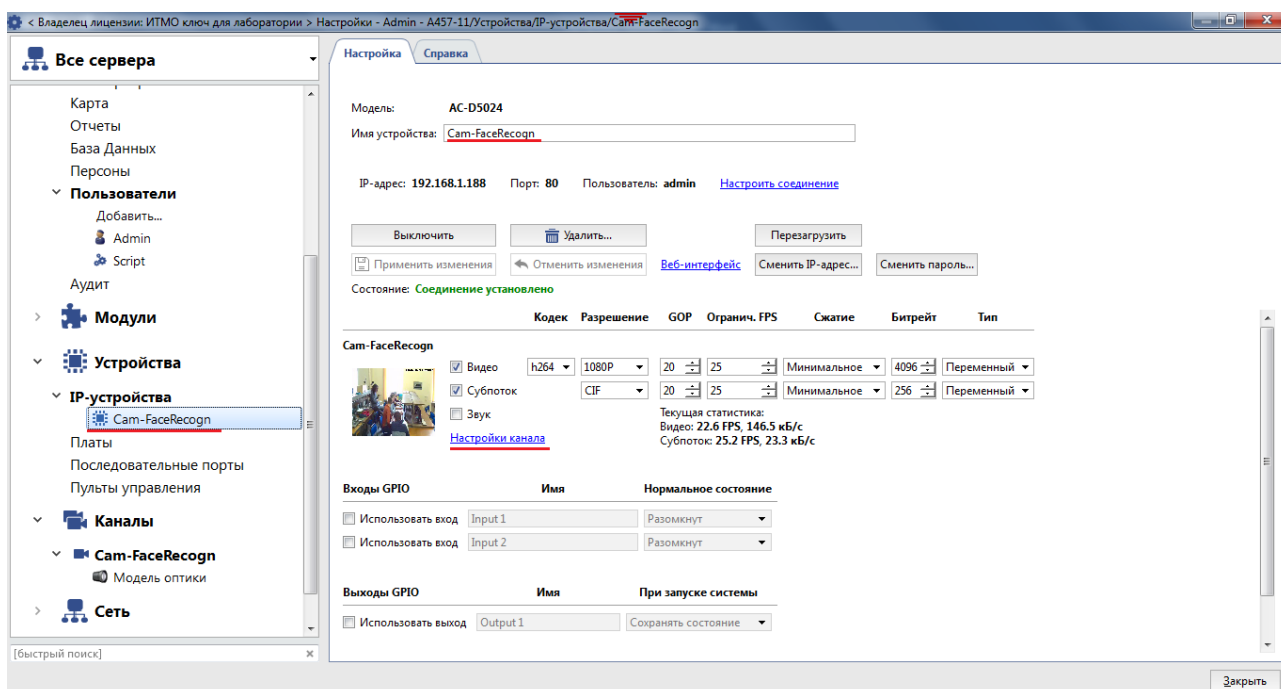

Рисунок 1.11 – Процесс переименования подключенной IP-камеры
- i. нажать на добавленную в пункте IV,а IP-камеру в выпадающем списке IP-устройств. Изменить Имя устройства на логически понятное. После нажать на Настройка канала и задать идентичное Имя канала (рисунок 1.11).